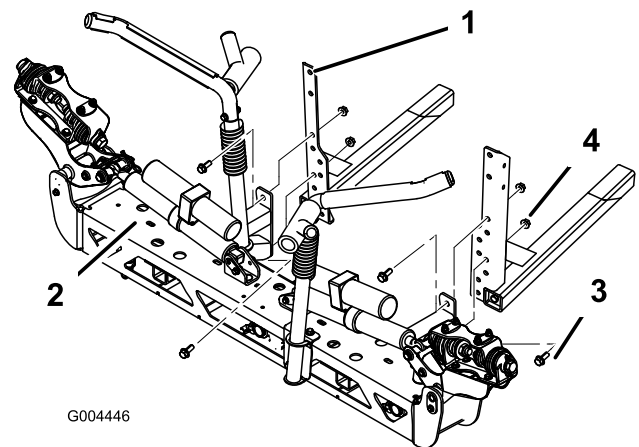

Bild 14
3. Montieren Sie den mittleren Ausleger mit vier Bundbolzen (13 mm x 32 mm)(1/2" x 1-1/4") und vier Bundmutter (13 mm)(1/2") an den Streben (Bild 14).